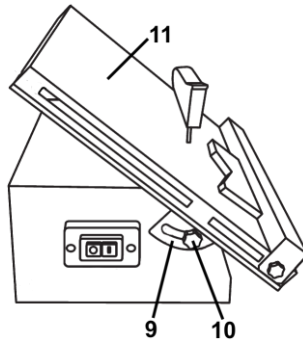

Рисунок 2
Можлива різка заготовок з кутами до 45° (рисунок 2), для цього: Відпустіть кріплення двох гвинтів фіксаторів (10), після чого переведіть робочий стіл (11) в похиле положення, поєднавши показання на шкалі нахилу (9) з міткою на основі на передбачуваний кут різання. Положення закріпіть двома гвинтами фіксаторів (10).